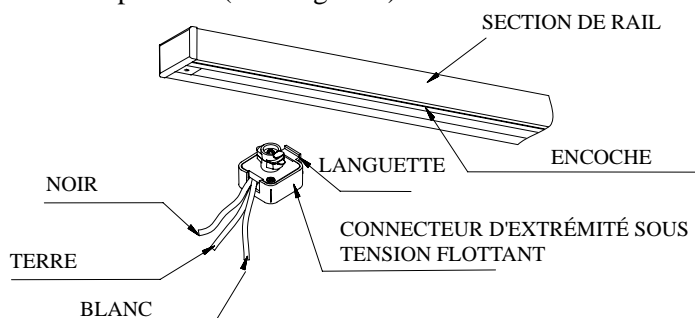

FIG. 2
1. La section du rail et le connecteur d'extrémité sous tension flottant doivent être assemblés de façon à conserver la polarité entre les connecteurs. **REMARQUE :** Le connecteur d'extrémité sous tension flottant est muni d'une languette d'un côté tandis que le rail possède une encoche qui fait toute la longueur du profilé du rail (voir Figure 2). Aligner la languette du connecteur d'extrémité sous tension flottant avec l'encoche du rail et insérer le connecteur dans le profilé du rail de sorte que la base du connecteur vienne parfaitement s'appuyer contre le rail. Tourner le connecteur dans le sens horaire un quart de tour de sorte que le connecteur soit bien serré contre le rail.